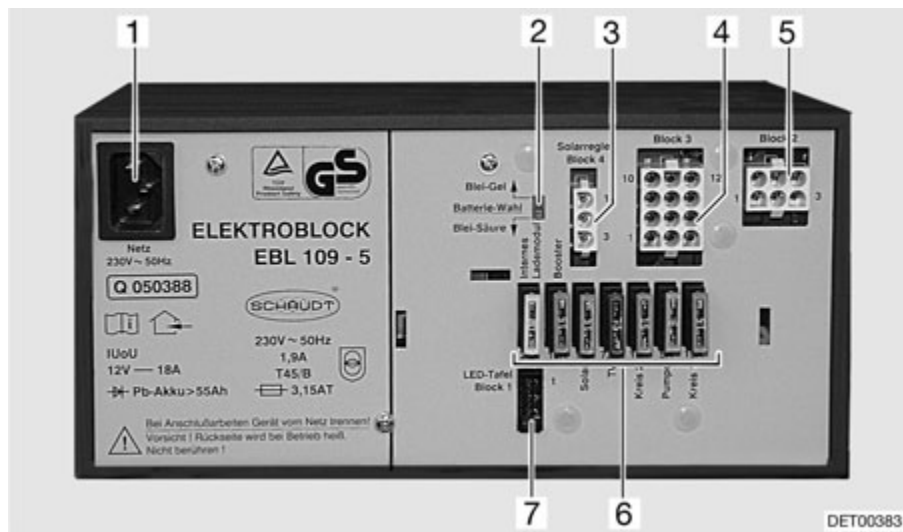

Fig. 82 Bloque eléctrico EBL 109
- Desenchufar el enchufe (Fig. 82,6) del bloque eléctrico.
El bloque eléctrico (Fig. 82) está integrado, según el modelo, en la caja del asiento o en la caja de la cama.
- ▶ No modificar el ajuste de fábrica del selector de batería (Fig. 82,2) ("plomo-gel").
El fusible (Fig. 82,1) se encuentra en el marco izquierdo de la carcasa del cassette Thetford. Tipo de fusible: fusible plano 3 A/violeta. Para cambiar un fusible, abrir en el exterior la trampilla del cassette Thetford y extraer por completo el cassette Thetford.